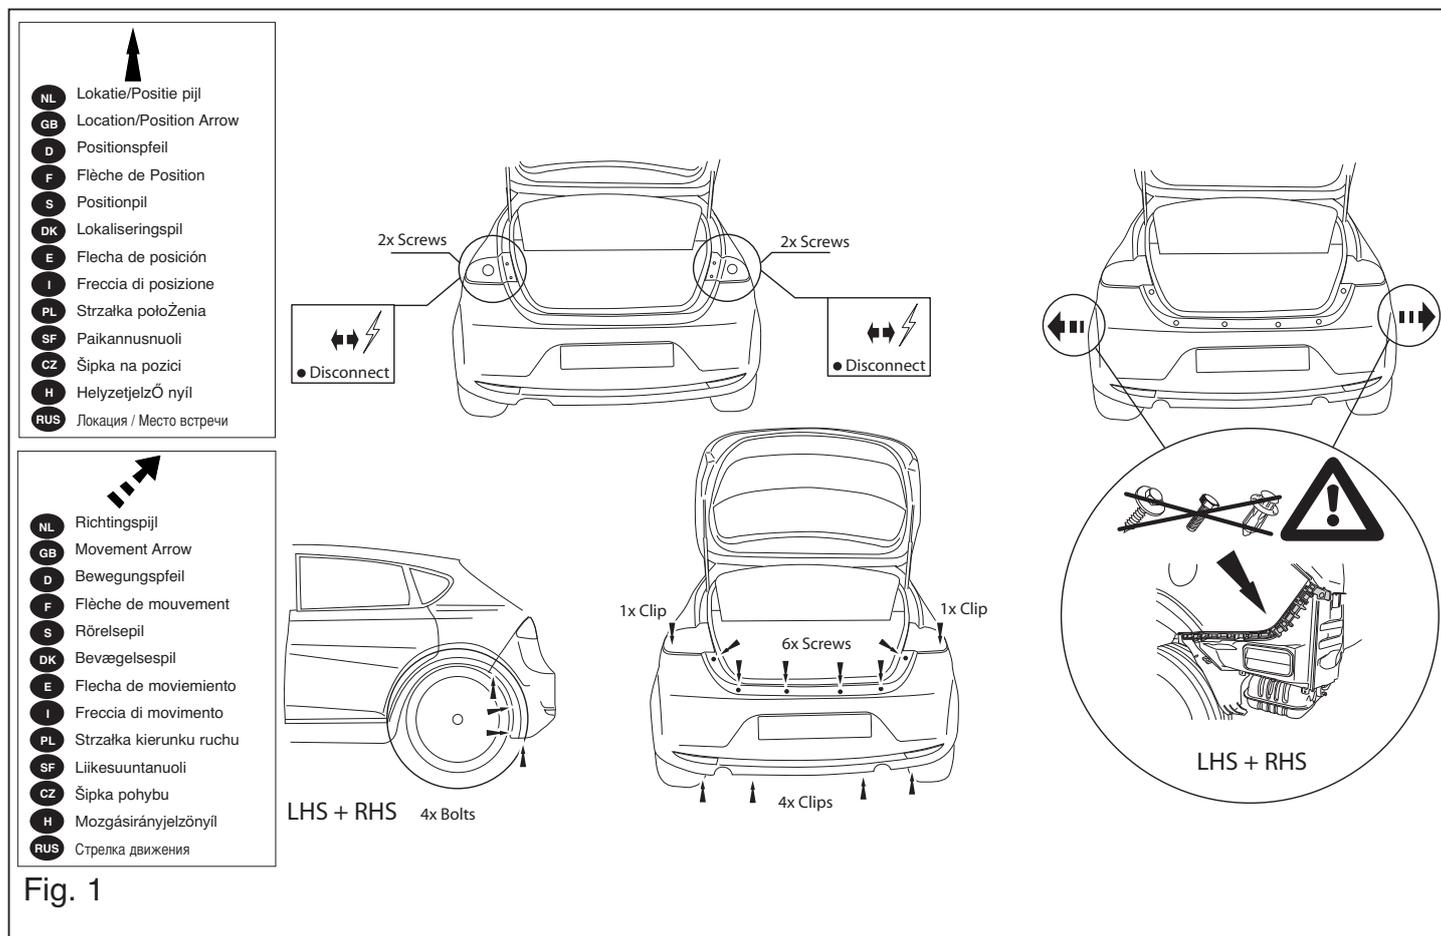

Fig. 1
3. Demonter kofangeren. Se fig. 1.
2. Снять оба блока задних фар. См. рисунок 1.
3. Снять бампер вместе. См. рисунок 1.
2. Zdemontować zespół tylnych świateł. Patrz rysunek 1.
3. Zdemontować z pojazdu zderzak. Patrz rysunek 1.